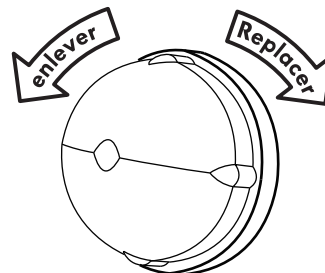
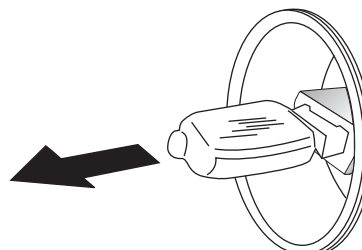

Figure 1 - Retrait du couvercle de l'ampoule
Figure 2 - Tirez l'ampoule pour la remplacer
2. L'ampoule est munie d'un couvercle protecteur maintenu en place en la vissant (fig. 1). Remplacez l'ampoule par une ampoule halogène de 25-watt seulement (fig. 2). Notez: Lors du remplacement, ne touchez pas avec les doigts à l'ampoule halogène neuve. Ceci pourrait raccourcir la durée de vie de l'ampoule. Utilisez un essui-tout pour couvrir l'ampoule lorsque vous la manipulez.
3. Remplacez le couvercle (fig. 1). Ce dernier doit être en position lorsque le four fonctionne.